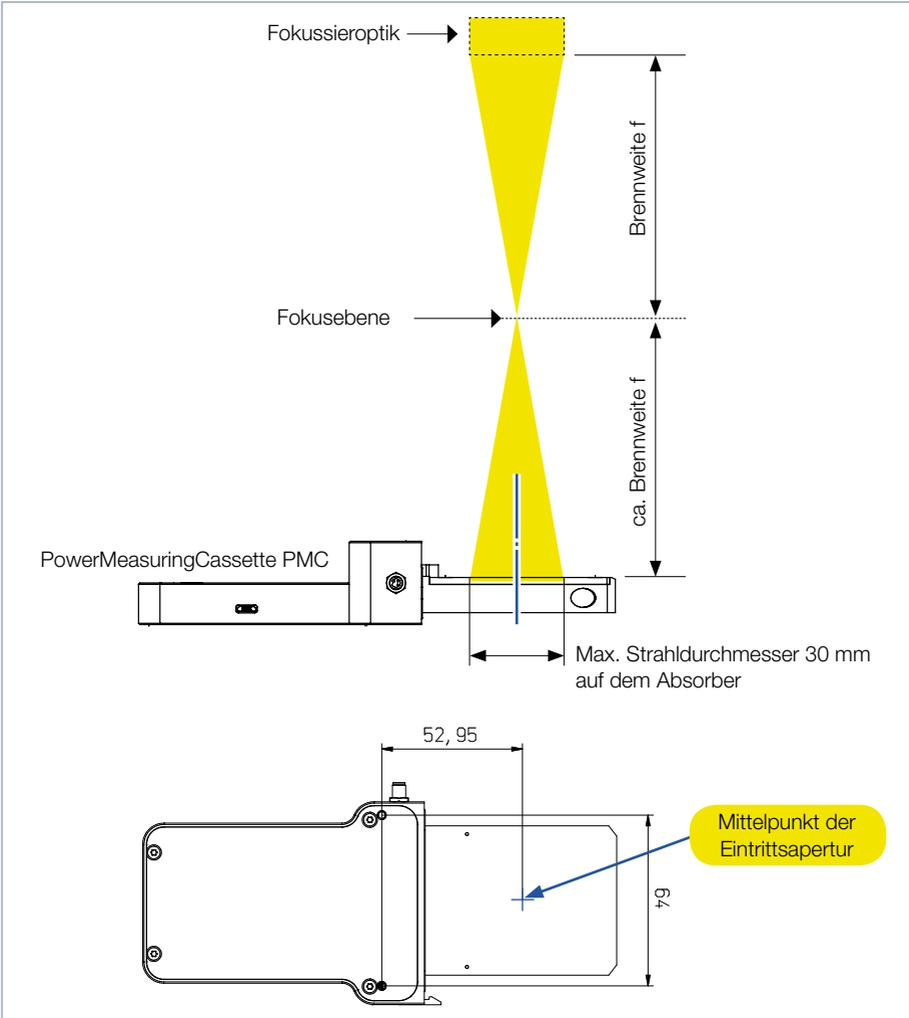

Abb. 9.1: Ausrichtung zum Laserstrahl (am Beispiel des PMC-BEO mit Eintrittsapertur Ø 50 mm)
1. Richten Sie das Gerät gemäß den Angaben im Kapitel 9.2 auf Seite 16 und der Abb. 9.1 auf Seite 17 zum Laserstrahl hin aus.